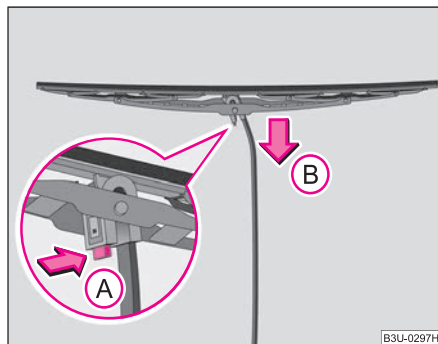

Fig. 51 Escobilla para el parabrisas
- Separar el brazo de la escobilla del cristal y colocar la escobilla en posición perpendicular al brazo ⇒ fig. 51.
- Presione el resorte de seguridad en sentido de la flecha (A) y, al mismo tiempo, presione la escobilla hacia el cristal en sentido de la flecha (B) ⇒ ⚠.